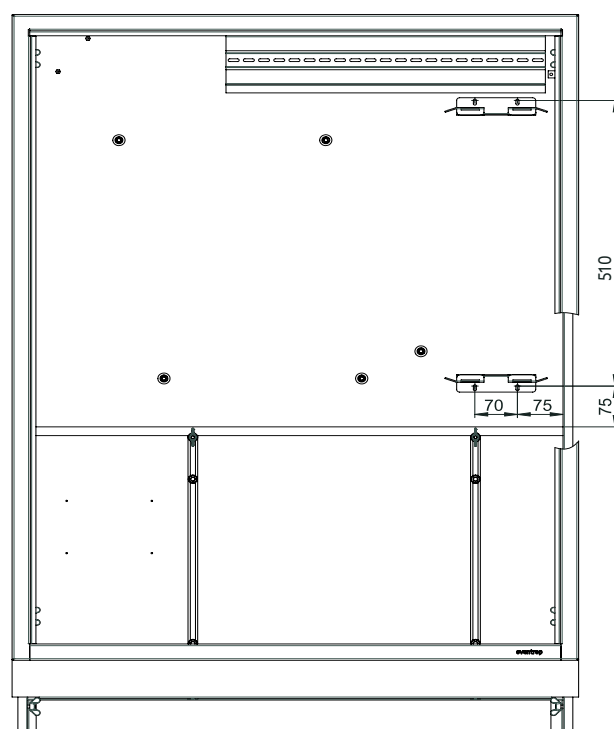
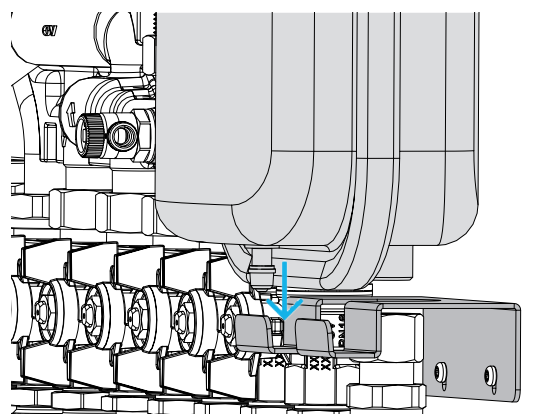

Fig. 11: Position des trous de perçage dans le coffret
Fig. 12: Position de montage du support inférieur pour le vase d'expansion à membrane dans le coffret
- 9** Visser le support inférieur ((12) sur la Fig. 1 en page 37) pour le vase d'expansion à membrane dans le coffret. Positionnez le support inférieur dans la zone marquée sur la Fig. 12. Utiliser à cet effet les vis autotaraudeuses fournies. Si les trous de perçage n'ont pas encore été percés dans le coffret, les percer avec un foret de 1,2 mm. Fig. 11 montre la position des trous de perçage dans le coffret.